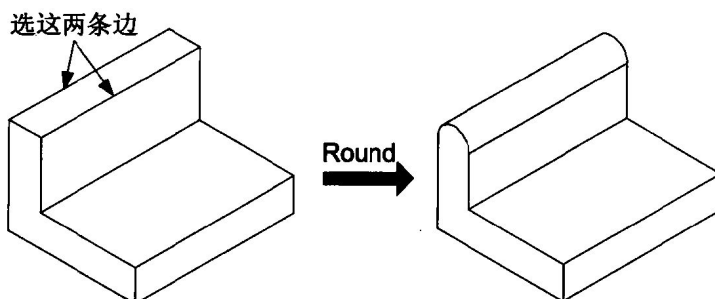

图 1.10
- **Edge Pair:** 可以选取一对不相邻的边来做全圆角。例如，图 1.10 就是以 Full Round | Edge Pair 的方式选一个平面的两条边做圆角。